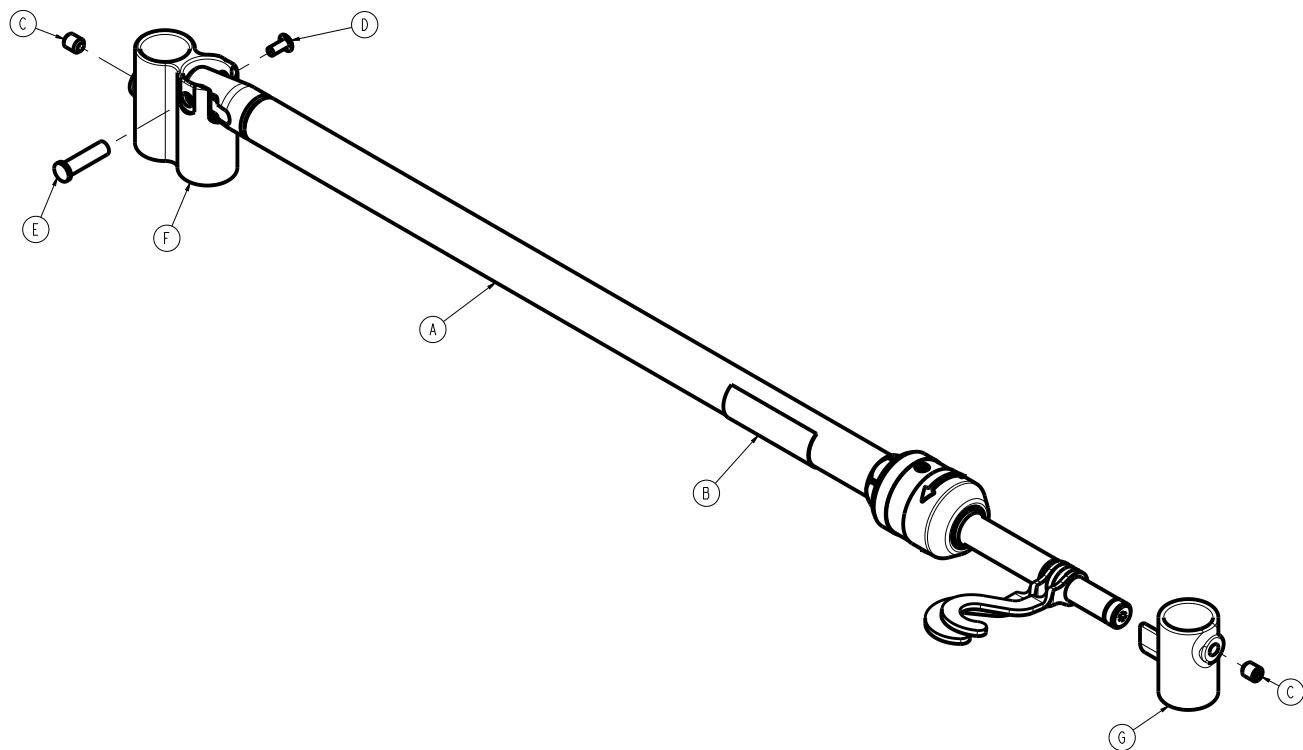

Figure 76 – Fixation du support de perfusion simple
7. À l'aide d'une clé à six pans de 5/32 po, serrer la vis de blocage (C) pour fixer le logement de perfusion (F) au montant de perfusion du lit (Figure 76).